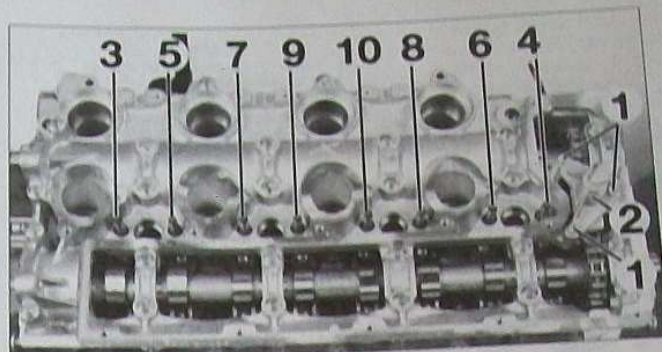
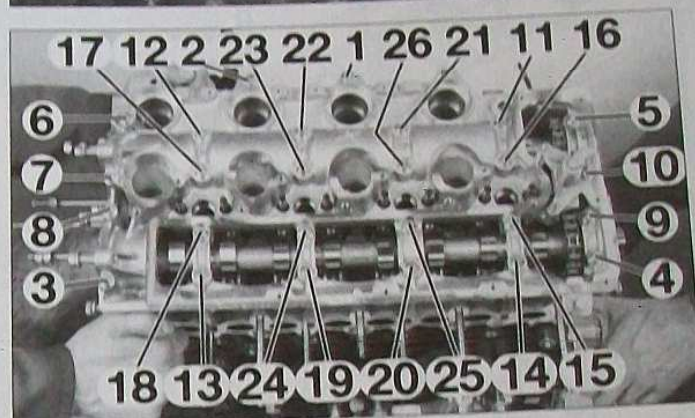

FIG. 39
FIG. 40
- les trois vis (1) du tendeur de chaîne (2) (Fig. 39).
- le tendeur de chaîne de distribution (2).
- les colonnettes de fixation d'injecteur dans l'ordre indiqué de (3) à (10).
- les vis de fixation du carter d'arbres à cames de (1) à (26) dans l'ordre indiqué (Fig. 40).